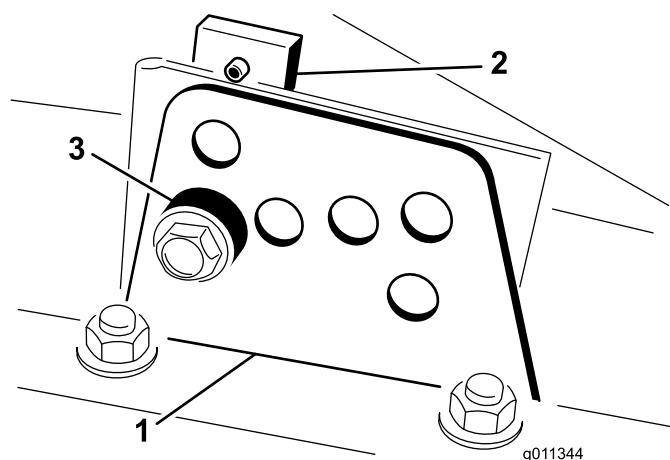

Figura 3
2. Afloje el perno que sujeta cada soporte de altura de corte a la pletina de altura de corte (delante y en cada lado) (Figura 3).
4. Sujetando la cámara, retire el espaciador (Figura 3)